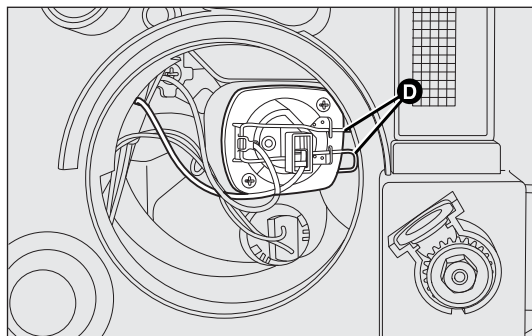

рис. 154
- расцепите удерживающие лампу фиксаторы D-рис. 154;